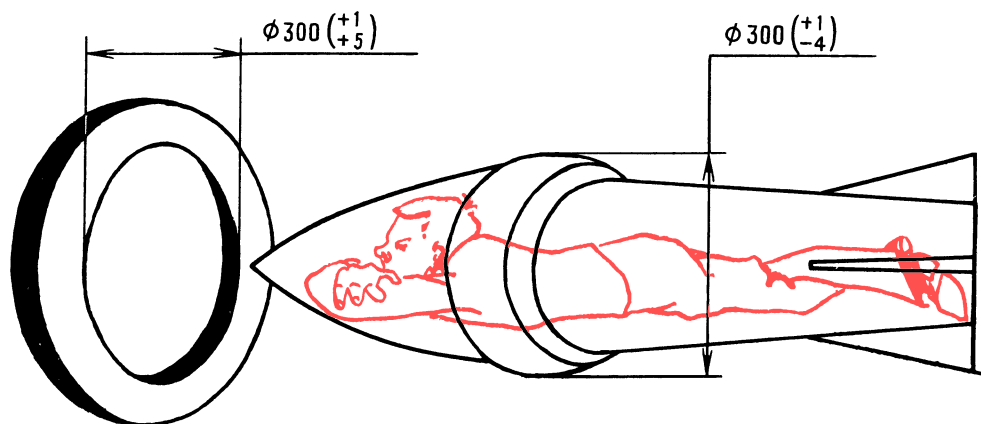

Рис. 50. К задаче 78
78. Сначала определите на глаз, пролетит Мешалкин через кольцо или нет (рис. 50). Точный ответ вы получите после анализа допусков для посадки с зазором.